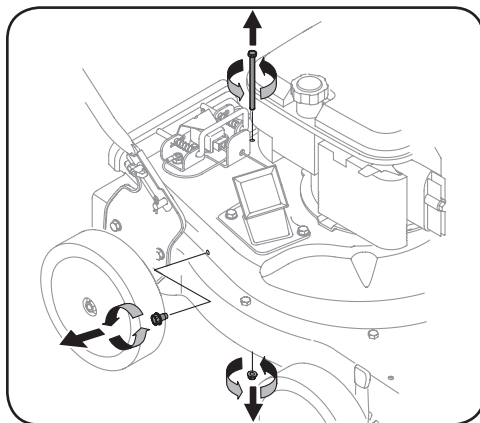

Figura 5-2
4. Saque el tornillo autosellante del lado derecho de la unidad que se une a la pantalla de desgranado. Vea la Figura 5-2.
5. Saque el tornillo de cabeza hexagonal de la parte superior de la caja posterior cerca del soporte de montaje, y la tuerca de seguridad de la brida que une la pantalla de desgranado. Vea la Figura 5-2.